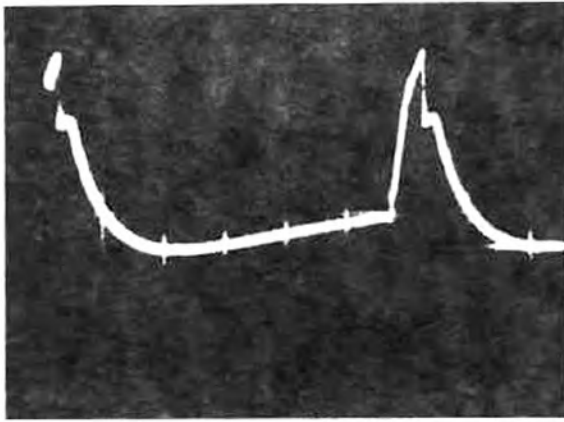

Fig.9 Compateur mal positionné
- Positionner le comparateur de manière à ce que les deux signaux soient en phase (fig 9 et 10).